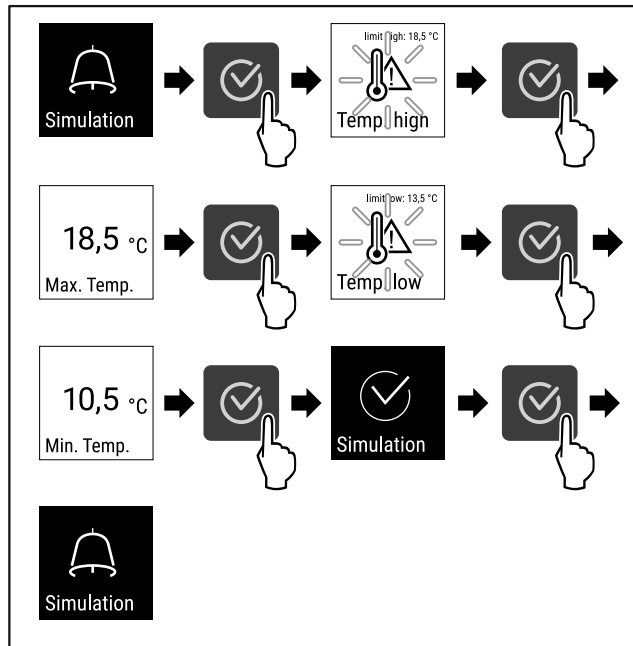

Fig. 108
- ▶ Изпълнете стъпките (виж Fig. 108) .